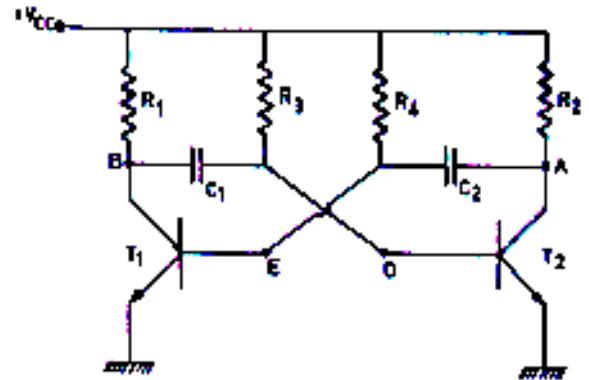

Figura 9-13 Multivibrador astável
Ao conectarmos ao circuito a fonte de alimentação  $V_{CC}$ , os capacitores  $C_1$  e  $C_2$  que estavam descarregados, começarão a se carregar através dos resistores  $R_1$  e  $R_2$  fechando-se o circuito através das bases de  $T_1$  e  $T_2$ . A figura 9-13 ilustra melhor esse processo.
b) Quando  $T_1$  ou  $T_2$  estiverem saturados, a tensão nos pontos A ou B da figura 9-13 será aproximadamente 0,3 volts, recebendo a denominação de  $V_{CE}$  de saturação.
Como ponto de partida, vamos considerar o instante " $t_0$ ", admitindo que nesse instante  $T_1$  esteja cortado e  $T_2$  saturado, logo teremos no ponto B da figura 9-13 uma tensão igual a  $V_{CC}$  e no ponto A igual a 0,3V.